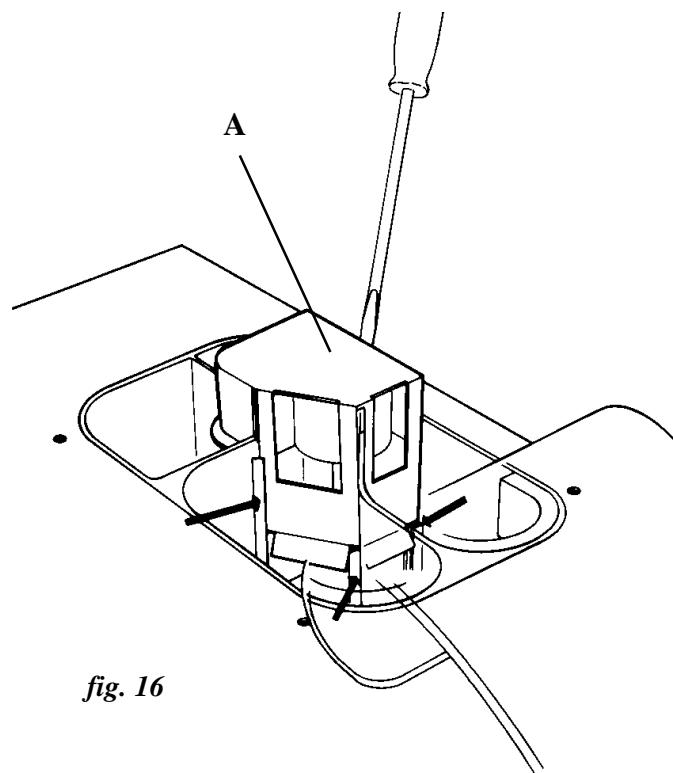

fig. 16
- Open the dispenser cover and remove the top cover (A), refer to (*fig. 16*), noting its location to correctly re-assemble.
- Re-assemble the dispenser top, ensuring that it is correctly placed (refer to points indicated with arrows (*fig. 16*)).
- Abrir la tapa del dosificador y desmontar la parte superior (A) según (*fig. 16*). Tomar nota de su colocación para un correcto montaje posterior.
- Volver a montar la parte superior del dosificador. Prestar atención a su correcta colocación. (ver puntos marcados por flechas (*fig. 16*)).
- Ouvrir le couvercle du bac de distribution et démonter la partie supérieure (A) suivant la (*fig. 16*). Prendre note de son emplacement pour le remonter correctement.
- Monter la partie supérieure du bac de distribution. Attention à son emplacement correct (voir points signalés par flèches (*fig. 16*)).